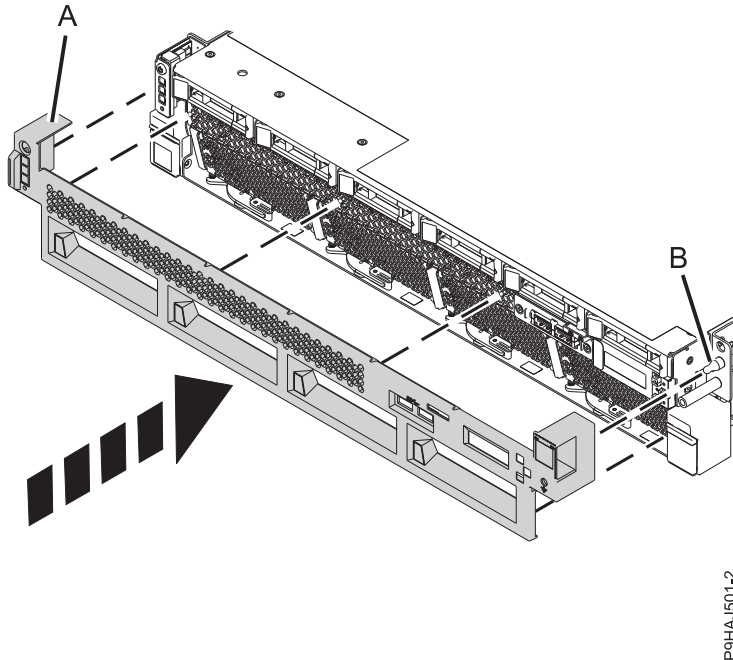

Abbildung 46. Vordere Abdeckung installieren
2. Drücken Sie die Abdeckung **(A)** vorsichtig so weit hinein, bis sie einrastet. An der Abdeckung befinden sich Vertiefungen, an denen Sie sie leichter festhalten können. Verwenden Sie den Ausrichtungsstift **(B)**, um die Abdeckung am System zu befestigen (siehe Abb. 46 auf Seite 70). Drücken Sie auf das Lüftungsgitter über den Lüftern, um die Abdeckung an der Vorderseite zu befestigen.